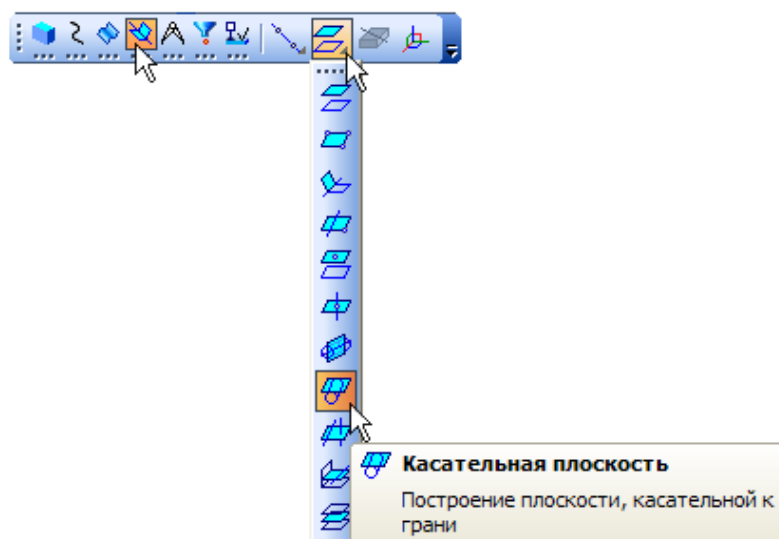

Рис. 6
35. Нажмите кнопку *Касательная плоскость*  на расширенной панели команд создания вспомогательных плоскостей (рис. 6).